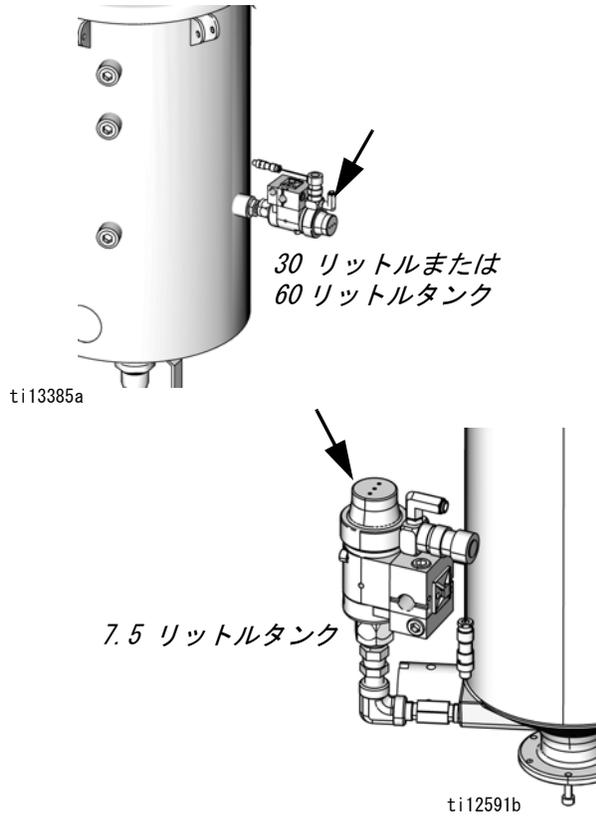

図 7 : 側面への取り付け
タンクリフィルキットは、取り外された状態で発送されます。タンクリフィルキットは、タンクの蓋またはタンクの側面に取り付けることができます。図 5 および 図 7 を参照してください。
1. 付属のリフィルキット取り付け用 PTFE テープおよび備品を使用して図 7 に示すとおり取り付けして下さい。